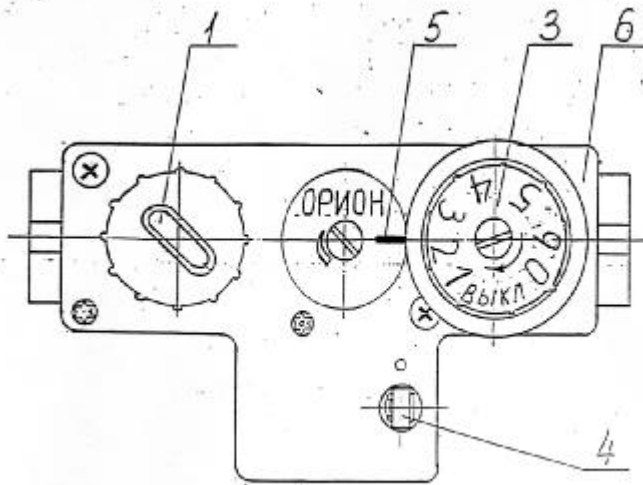

рис. 4 Элементы управления блока автоматики
4) на панели поз. 6 (рис. 4) блока автоматики зависит